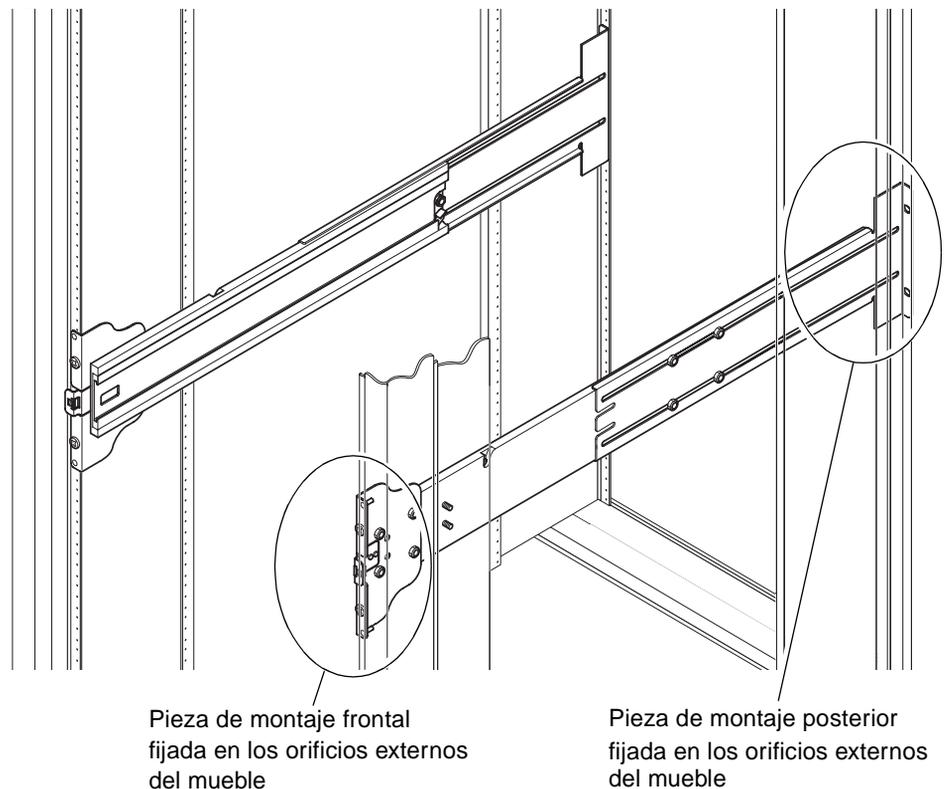

FIGURA 1-5 Instalación de los rieles en un mueble Sun Rack 900 o en un mueble de 4 soportes y 19 pulgadas
1. **Inserte las patillas de la pieza de montaje frontal en los orificios 22 y 33 del mueble (FIGURA 1-5).**
1. Inserte las patillas de la pieza de montaje frontal en los orificios 58 y 69 del mueble (FIGURA 1-5).
3. Fije la pieza de montaje posterior con dos tornillos 10-32 UNF (FIGURA 1-5).
4. Fije la pieza de montaje frontal con dos tornillos 10-32 UNF (FIGURA 1-5).